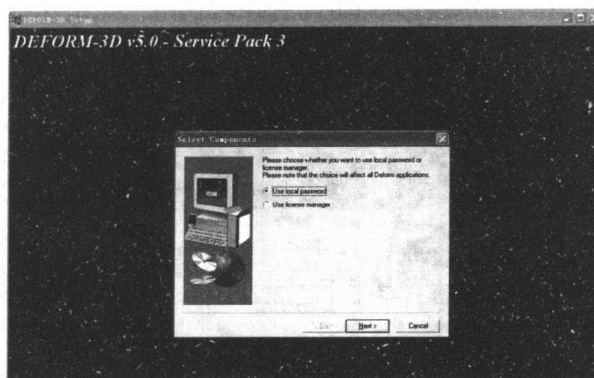

图 1-5 安装口令选择
(6) 文件复制完毕后，出现如图 1-5 所示的选择口令对话框，本书以选择 local password 为例，单击【Next】按钮进入下一步。